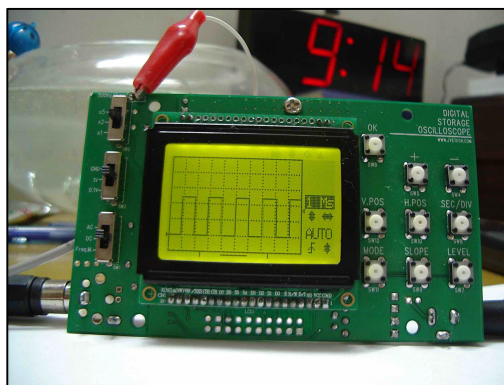

图 3
- 6) 当将倍率开关置于 X2 的位置时，你应能看到图 3 的波形。